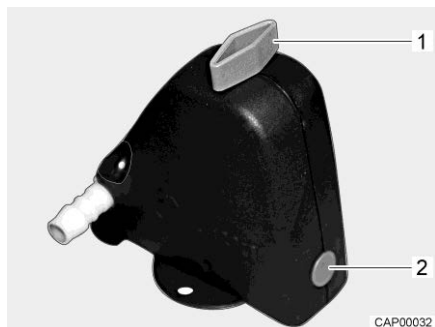
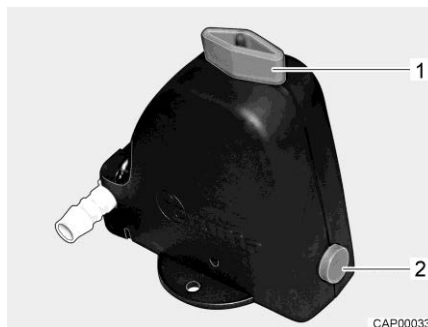

Bild 144 Säkerhets-/avtappningsventil stängd
Bild 145 Säkerhets-/avtappningsventil öppen
- Öppna säkerhets-/avtappningsventil (Bild 144). Vrid vredet (Bild 144,1) mot säkerhets-/avtappningsventilen. Tryckknappen (Bild 144,2) skjuts ut. Den öppna säkerhets-/avtappningsventilen visas i Bild 145.